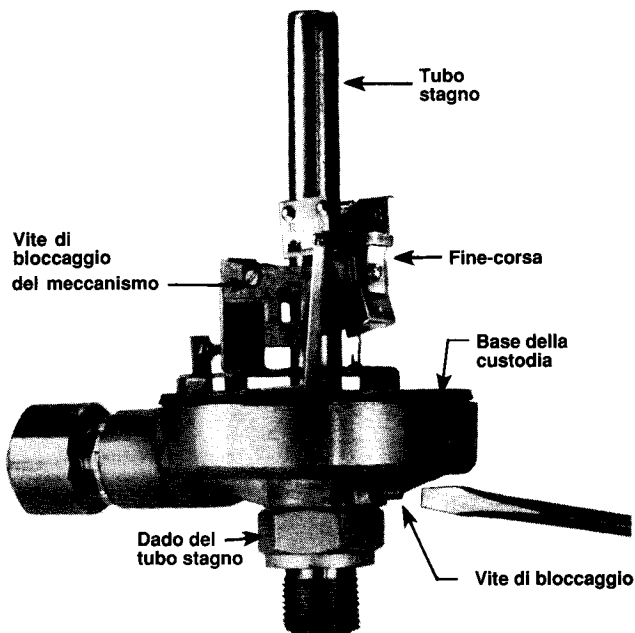

Figura 5
1. Allentare la speciale vite di bloccaggio posta sopra il dado del tubo stagno e la vite di bloccaggio del meccanismo. Vedi **Figura 5**.
2. Allentare, compiendo circa 3-4 giri, la speciale vite di bloccaggio posta sopra il dado del tubo stagno e la vite di bloccaggio del meccanismo. Vedi **Figura 5**.
- A. Tenere premuto il magnete contro il fine-corsa. Vedere **Figura 5**.